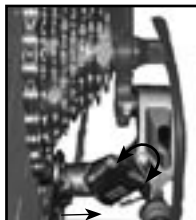

Figure 3.29 - La vis de fin de course intérieure affecte le petit braquet
1. Tournez la vis de réglage de petit braquet sur le dérailleur arrière (généralement indiqué par un « L », figure 3.29) assez loin dans le sens contraire des aiguilles d'une montre, de manière à ce qu'elle n'empêche pas le déplacement du dérailleur.